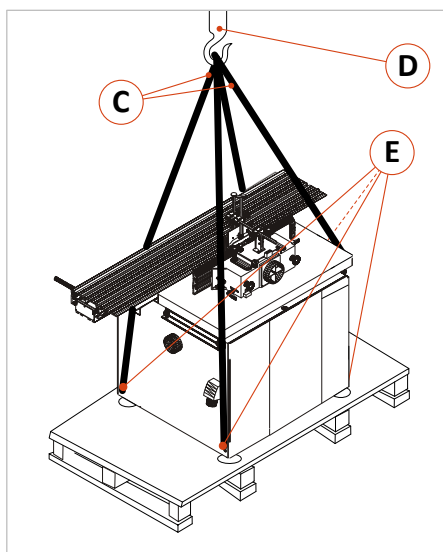

Abbildung 6: Abheben u. Abstellen mit Kran
- Bereiten Sie vier Spanngurte oder Transportseile (C) mit der erforderlichen Tragkraft und in ausreichender Länge vor und hängen Sie diese am Kranhaken (D) ein (siehe ⇒ Abbildung 6).
- Dann die Gurte/Seile (C) in den vier Ösen (E) der Maschine befestigen, und gut zurechtrücken. Falls erforderlich, den Kran ein wenig bewegen, um ein senkrechtes und stabiles Heben sicherzustellen. Die Maschine dabei nicht neigen!